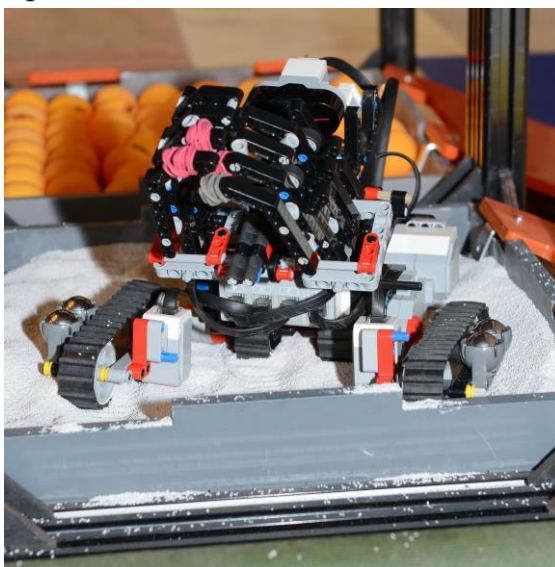

Рисунок 7 - «Песок»
- 1.5.6. **Песок** – участок, представляющий собой короб, наполненный песком. (рисунок 7). Габариты короба 340x340x40. Высота песчаного слоя колеблется в пределах 10-30 мм.